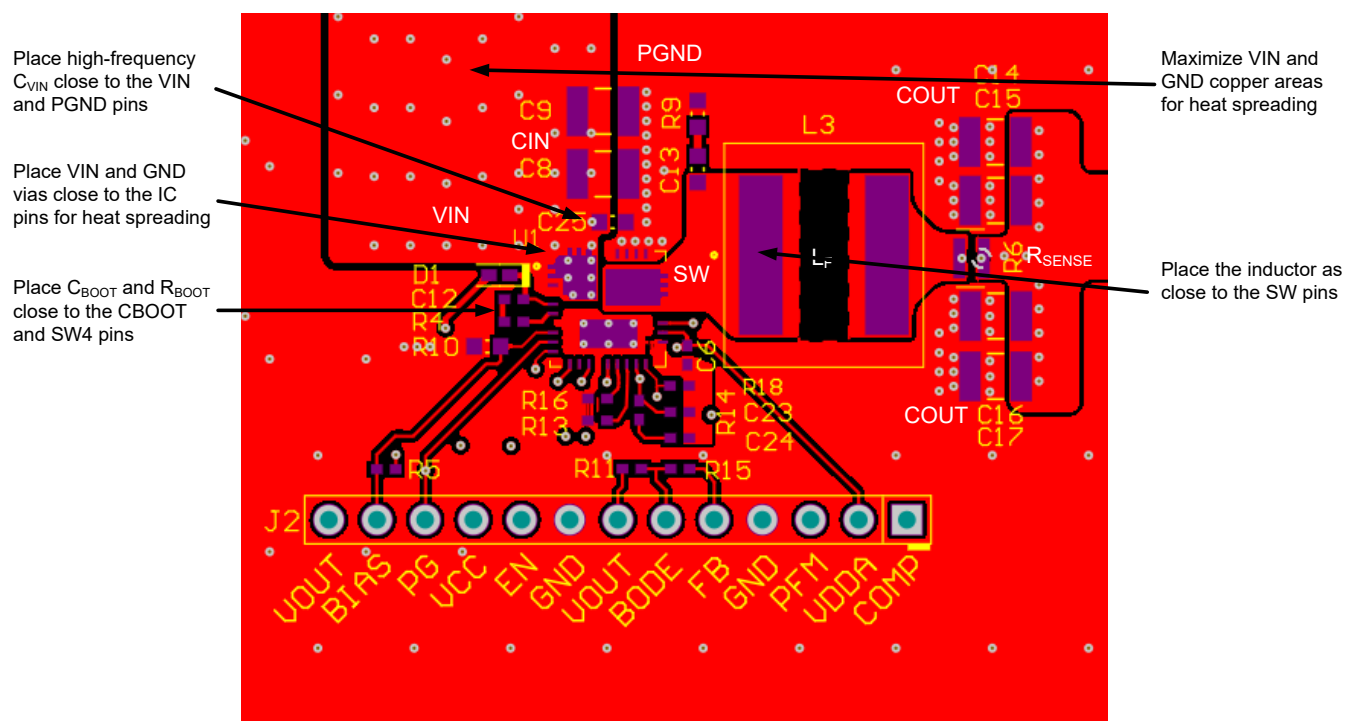

图 7-37. PCB 顶层 - 高密度单面设计
以下列表总结了用于优化直流/直流转换器性能（包括热特性和 EMI 特性）的 PCB 布局和元件放置基本指南。图 7-37 展示了 LM706A0-Q1 的推荐布局，并优化了功率级和小信号元件的布局和布线。
- 在 VIN 到 PGND 之间放置具有 X7R 或 X7S 电介质的低 ESR 陶瓷电容器。将 0402 电容器靠近 VIN 放置以实现高频旁路，如图 7-37 所示。使用额外的 1206 或 1210 电容器作为大容量电容。